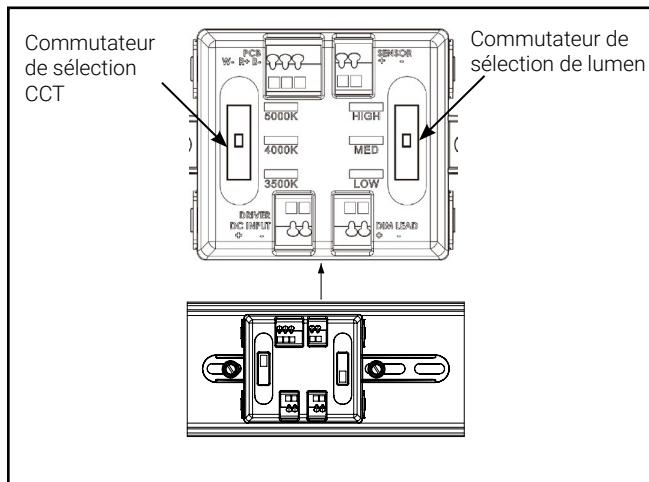

Figure 6.
2. Pour sélectionner l'interrupteur CCT, faites glisser le premier commutateur sur la température de couleur à DEL souhaitée (TC de 3 500 K, 4 000 K, 5 000 K) (Figure 6).
3. Pour sélectionner le lumen, faites glisser le deuxième interrupteur sur la puissance de sortie souhaitée (faible, moyenne, élevée) (figure 6). Referez-vous à la feuille de spécifications SNX pour les valeurs de lumen.